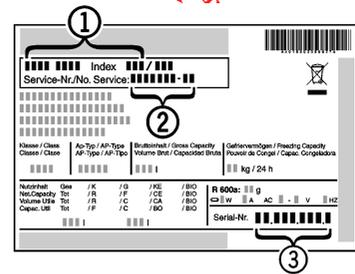

Fig. 9
- Διαβάστε την περιγραφή συσκευής Fig. 9 (1), τον Αρ. σέρβις Fig. 9 (2) και τον Αρ. σειράς Fig. 9 (3) από την πινακίδα στοιχείων. Η πινακίδα στοιχείων βρίσκεται στην αριστερή εσωτερική πλευρά της συσκευής.
- Ενημερώστε το τμήμα εξυπηρέτησης πελατών και αναφέρετε τη βλάβη, την περιγραφή της συσκευής Fig. 9 (1), τον Αρ. σέρβις Fig. 9 (2) και τον Αρ. σειράς Fig. 9 (3).